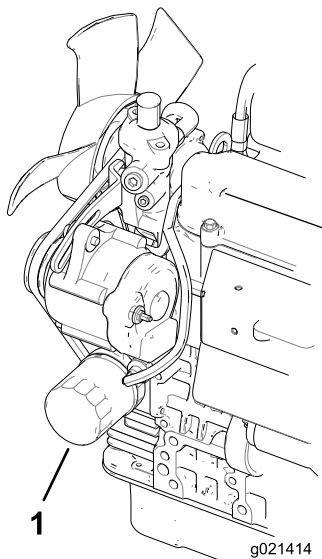

Figura 47
2. Retire el filtro de aceite (Figura 47). Aplique una capa ligera de aceite limpio al filtro nuevo antes de enroscarlo. **No apriete demasiado.**